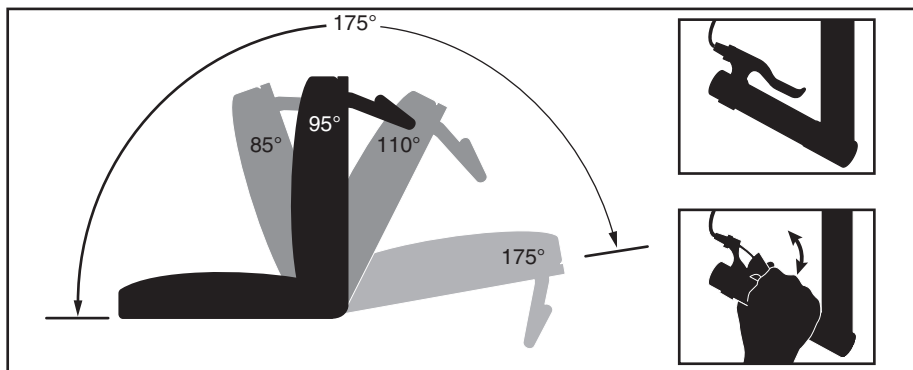

Abbildung 22. Minimum- und Maximum-Rücklehnungswinkel
Falls Ihr TRU-Balance 3 Power Positioning System mit einer manuellen Rücklehnfunktion ausgestattet ist, können Sie die Rückenlehne auf unterschiedliche Winkel einstellen – von einer minimal zurückgelehnten Position (85° von der Sitzfläche) bis hin zu einer maximal zurückgelehnten Position (175° von der Sitzfläche). **Siehe Abbildung 22.** Wenn der Sitz weiter als um 110° nach hinten gekippt wird, wird der Stuhl vollständig gesperrt. Bei einer Rückstellung auf einen Winkel von weniger als 110° wird der Antrieb wieder mit Strom versorgt.
2. Zurücklehnen Drücken Sie die Auslösegriff, und positionieren Sie die Sitzlehne in den gewünschten Winkel. **Siehe Abbildung 22.**